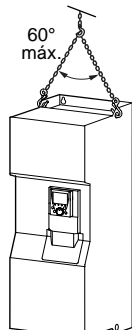

Figura 4
**3** Desmonte los tornillos de fijación del variador a la paleta y manipule el variador con ayuda de un polipasto. A tal efecto, el variador está provisto de orificios para la manipulación (figura 4).